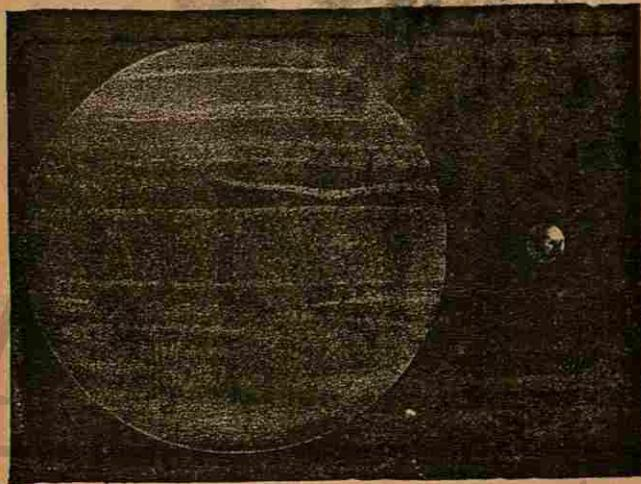

Fig. 10.
*Jupiter.* — C'est la plus brillante des planètes supérieures, c'est-à-dire de celles qui sont plus éloignées du Soleil que ne l'est la Terre; elle est 1279 fois plus grosse que notre globe (fig. 10). Jupiter est un peu plus de 5 fois aussi